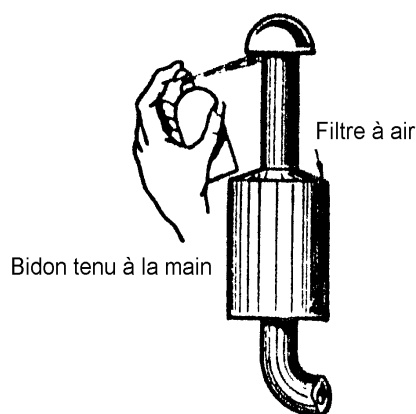

Fig. 1
- 1° En bidon aérosol sous pression, actionné à la main, le jet de pulvérisation étant dirigé sur l'entrée du filtre à air, avant le lancement du moteur au démarreur. (fig.1)